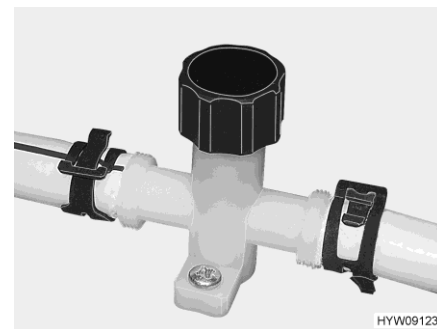

Fig. 115 Rubinetto di scarico (tubatura dell'acqua)
- Chiudere i rubinetti di scarico. A tal fine, ruotare in senso orario il coperchio del rubinetto di scarico (Fig. 115).